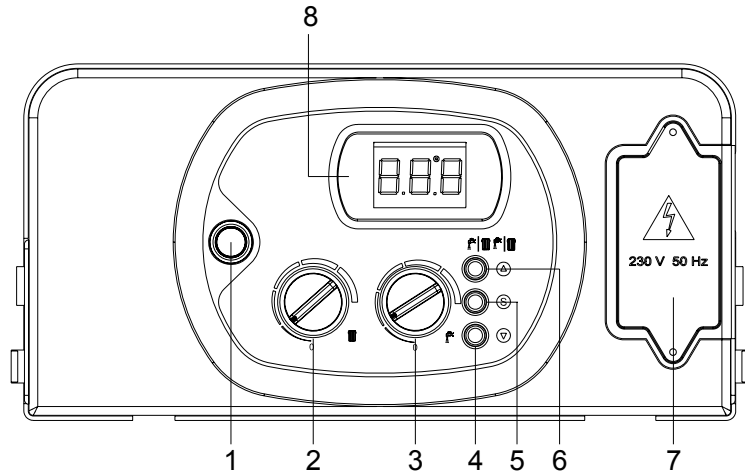

fig.24
- Appuyer sur le bouton poussoir 1 marche/arrêt (marche). (fig.24)
Pour commuter la chaudière sur « ÉTÉ », agir sur la touche 6 (fig.24) et sélectionner ainsi la fonction sanitaire. En mode “ ÉTÉ ”, le symbole  s'allume sur l'afficheur du tableau de commande.
Pour commuter la chaudière sur « HIVER », agir sur la touche 6 (fig.24) et sélectionner ainsi la fonction chauffage. En mode “HIVER”, le symbole  s'allume sur l'afficheur du tableau de commande.
Pour commuter la chaudière en fonctionnement ÉTÉ-HIVER, agir sur la touche 6 (fig.24) et sélectionner la fonction chauffage/eau chaude sanitaire. Le fonctionnement ÉTÉ-HIVER se reconnaît à l'allumage simultané des symboles  sur l'afficheur du tableau de commande.
Le réglage de la température s'effectue au moyen du bouton 2 (fig.24) :
Le réglage de la température s'effectue au moyen du bouton 3 (fig.24) :